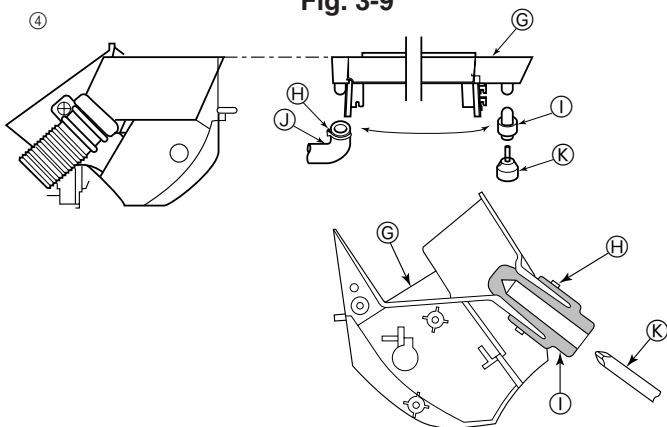

Fig. 3-10
- ④ Il tubo flessibile di drenaggio può essere collegato in due punti diversi. Scegliere il più adatto e, se necessario, modificare la posizione del bacino di drenaggio, del tappo di gomma e del tubo flessibile di drenaggio. (Fig. 3-10)